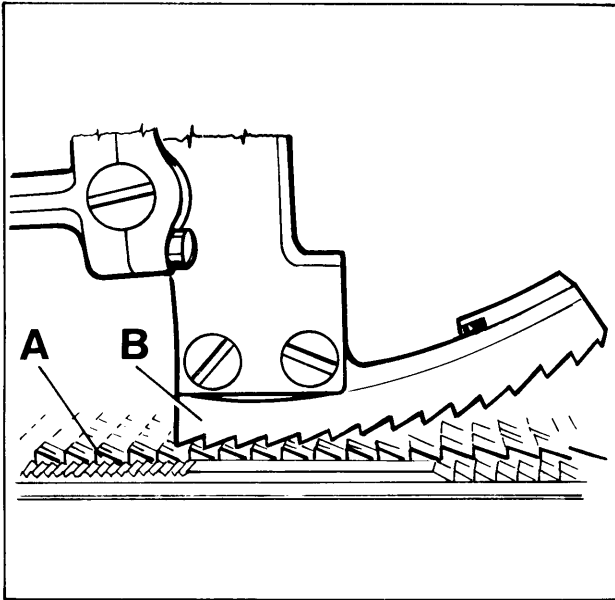

Fig. 19
Simultaneously the upper feed dog (B, Fig. 19) should be positioned so that the tips of its teeth engage with the tooth spaces of the lower feed dog (A), without contacting it. When the lower feed dog (A) is in its highest and the upper feed dog (B) in its lowest point of travel, there must be a small gap between both feed dogs.
Simultáneamente el diente alimentador superior (B, Fig. 19) tiene que ser ajustado de tal manera que la punta de sus dientes coincidan con los espacios entre los dientes del alimentador inferior (A) sin tocarlo. Cuando el alimentador inferior (A) esta en su posición mas alta y el diente alimentador superior (B) en su posición mas baja, todavía debería haber una distancia mínima entre los dos transportadores. Los recorridos de ambos dientes alimentadores (superior e inferior) tienen que ser sincronizados.
On the return travel, the upper feed dog should lift so high that no fabric will be pulled against the sewing direction. The motion should be set so that the rear four teeth of the upper feed dog (B, Fig. 19) remain approx. 1/3 of their height in the presser foot slots when lifting.
For adjustment loosen the two screws (H, Fig. 19) and raise the supporting yoke (J) when the upper feed dog should lift more or lower it when it should lift less. Retighten screws (H).
En su movimiento de regreso, el diente alimentador superior debería moverse tan alto que ningún material sea arrastrado contra la dirección de costura. El movimiento debe ser ajustado de manera tal que los últimos 4 dientes traseros del diente alimentador superior (B, Fig. 19) mantengan aproximadamente 1/3 de su altura de las ranuras del pie prensatelas cuando se levanta.
Para ajuste, suelte los dos tornillos (H, Fig. 19) y levante el soporte (J) cuando el diente alimentador superior deba subir más, o bájelo cuando deba bajar menos. Asegure los tornillos (H).